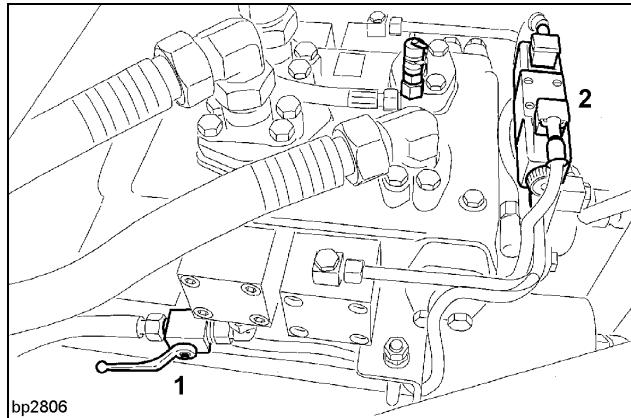

Fig. 1
- Cerrar el grifo esférico 1 (Fig. 1) en el bloque de mando de la bomba de hormigón
- Cerrar la válvula de cierre 7 y poner el grifo esférico 1 (Fig. 1) en la "posición de servicio".